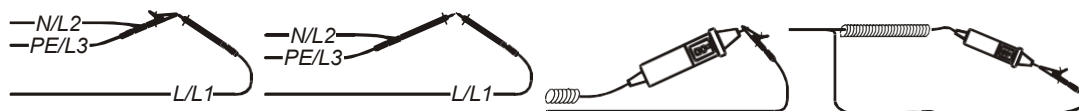

Abbildung 5-5 : Kurzgeschlossene Messleitungen
1. Schließen Sie die Messleitungen zunächst kurz, wie in Abbildung 5.5 dargestellt.